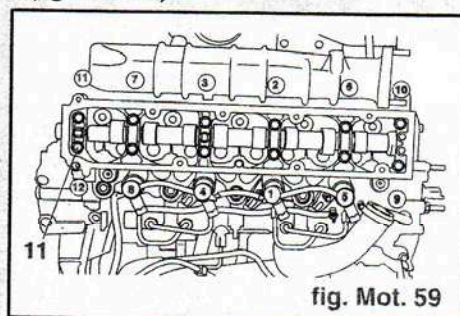

fig. Mot. 59
- Reposer l'ensemble (13) et (12).
- Reposer les vis (11), visser à la main (fig. Mot. 59).